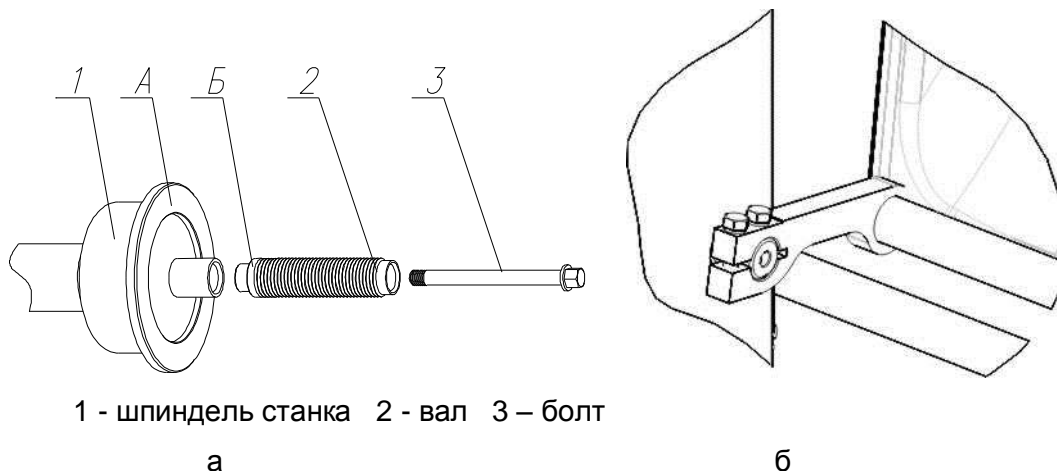

Рисунок 4.3
4.2.4 Закрепить защитный кожух на корпусе станка двумя болтами (рисунок 4.3 б).